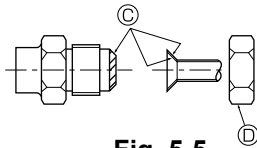

Fig. 5-5
A) (Fig. 5-5)
5.5. Tubos de conexión (Fig. 5-4) (Fig. 5-5)
[Fig. 5-5]